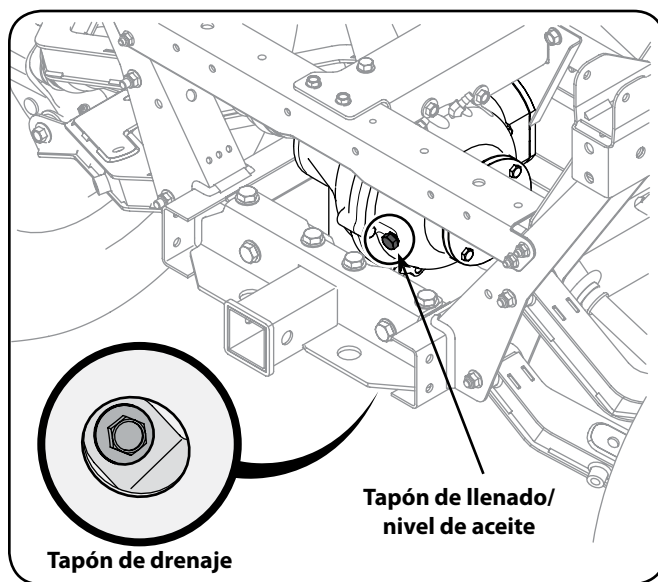

Figura 5-6
4. Ubique el tapón de llenado/nivel de aceite. Vea la Figura 5-6. Quite el tapón. Al hacerlo, debería comenzar a salir aceite. Si no sale aceite, agregue aceite lentamente a través del orificio de llenado/nivel de aceite hasta que el aceite comience a escurrirse a través del orificio de llenado/nivel de aceite.
1. Ubique el tapón de drenaje en la parte delantera inferior del diferencial, en la caladura del cubrecárter. Quite el tapón de drenaje. Vea la Figura 5-6.